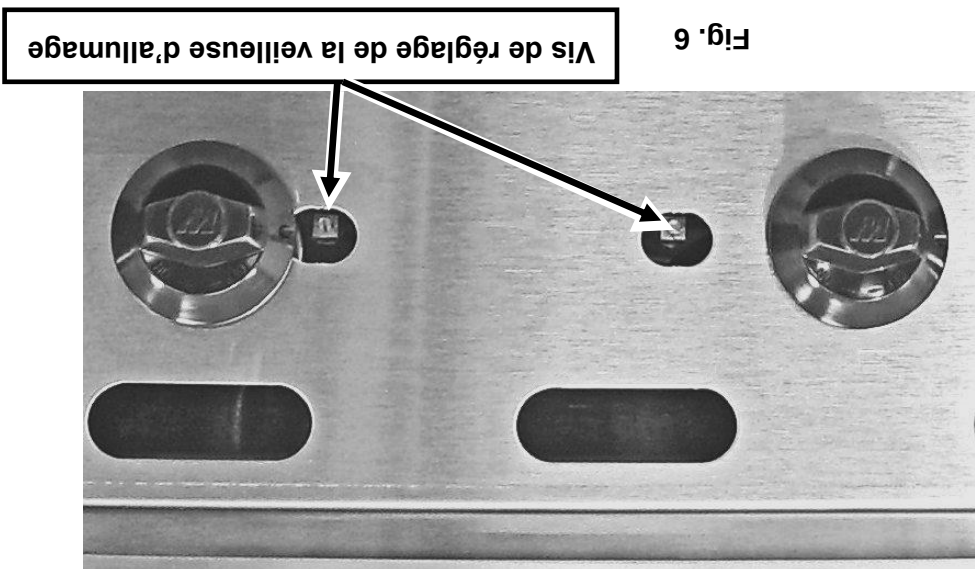

Fig. 6
3. Turn main gas shut-off valve ON. Light the pilots. Adjust the pilot valve screw(See Fig.6) until the pilot flame has a slight yellow tip.
Using a flathead screwdriver, turn the slotted hex-head pilot adjustment screw clockwise to decrease the flame, and counterclockwise to increase the flame. See Fig. 6.
À l'aide d'un tournevis à tête hexagonale fendue de réglage de la veilleuse d'allumage dans le sens des aiguilles d'une montre pour diminuer la flamme et dans le sens contraire des aiguilles d'une montre pour augmenter la flamme. Voir Fig. 6.
3. Ouvrez le robinet d'arrêt principal du gaz. Allumez la veilleuses d'allumage. Réglez la vis de la soupape de la veilleuse (voir Fig. 6) jusqu'à ce que l'afflamme de la veilleuse ait une légère pointe jaune.